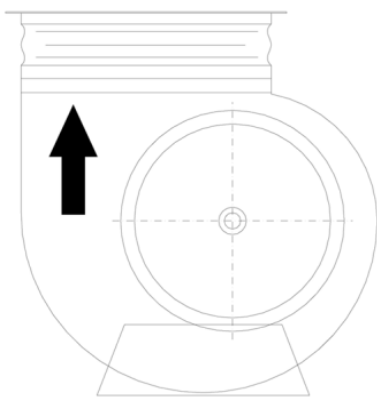

Рисунок 6 Сторона вращения вентилятора;
- проверьте, чтобы направление вращения вентилятора/ров соответствовало указанному на лопасти (Рисунок 6)